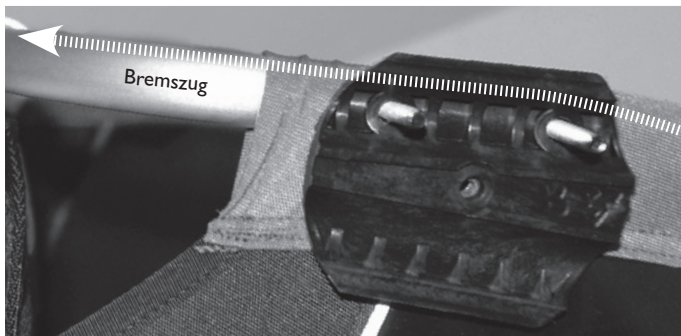

Abbildung 16
- Verlegen Sie den Bremszug so auf der Innenseite des Schiebebügels, dass er oberhalb der Schraubenbohrung durch die Innenschale verläuft. Setzen Sie anschließend die Außenschale wieder auf und ziehen Sie die Rändelrad-Schraube fest (s. Abbildung 16).